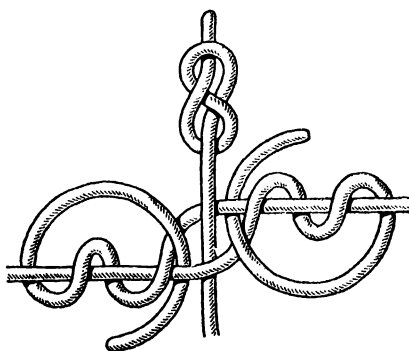

Рис. 132. Поводковый на основе зме-
**Поводковый на основе змеиного узла** (рис. 132). Это более сложный, но зато и более надежный способ привязывания поперечного поводка к леске. Прежде чем затянуть сделанный на леске змеинный узел, введите в его середину конец поводка с завязанной восьмеркой. При затягивании змеиного узла обе его части сойдутся и надежно зажмут поводок перед восьмеркой.